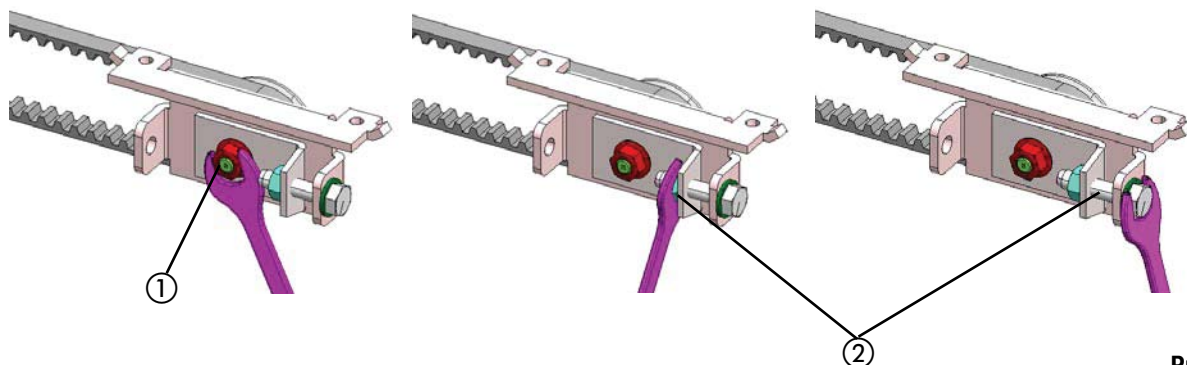

Рис. 21
- Ослабьте гайку (рис. 21 ref. 1)
- При помощи винта и болта (рис. 21 об. 2), натяните или ослабьте ремень.
- После проверки натяжения затяните гайку (рис. 21 об. 3)